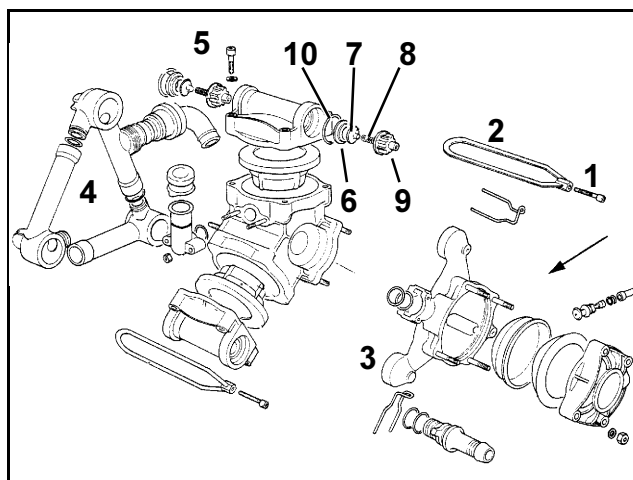
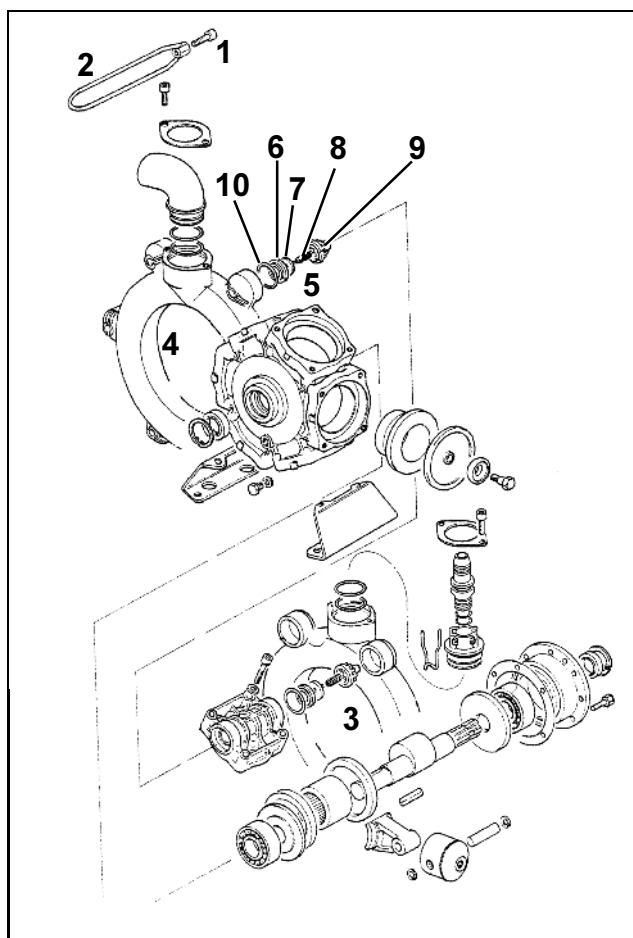

Рис. 133
Рис. 134
- Открутите болты (Рис. 133/1, Рис. 134/1) и снимите стяжной хомут (Рис. 133/2, Рис. 134/2).
- Снимите всасывающий и напорный канал (Рис. 133/3, Рис. 134/3 и Рис. 133/4, Рис. 134/4).
- Извлеките группы клапанов (Рис. 133/5, Рис. 134/5).
- Проверьте наличие повреждений и выработку седла клапана (Рис. 133/6, Рис. 134/6), клапана (Рис. 133/7, Рис. 134/7), пружины клапана (Рис. 133/8, Рис. 134/8) и направляющей втулки клапана (Рис. 133/9, Рис. 134/9), и снимите уплотнительное кольцо круглого сечения (Рис. 133/10, Рис. 134/10).
При сборке следите за тем, чтобы не повредилась направляющая втулка клапана (Рис. 133/9, Рис. 134/9). Повреждения могут стать причиной блокирования клапанов.
- Напорный (Рис. 133/6, Рис. 134/6) и всасывающий канал (Рис. 133/5, Рис. 134/6) прифланцуйте к корпусу насоса и установите стяжной хомут.
- Болты (Рис. 133/1, Рис. 134/1) затяните крестообразно с моментом затяжки **11 Нм**.